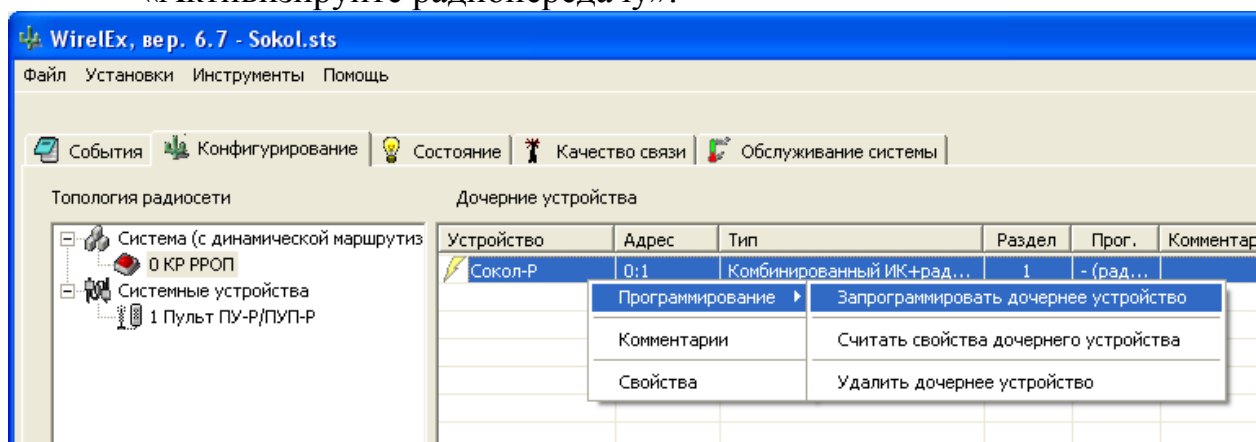

Рисунок 12
- в ПО WireEx нажатием правой кнопки мыши на «Сокол-Р» выбрать команду «Программирование → Запрограммировать дочернее устройство») (рисунок 12), дождаться появления окна с надписью «Активизируйте радиопередачу».